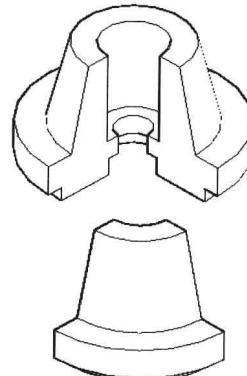

图 9-1-16
- (6) 在“修改”面板中单击“移动”按钮 ，移动干涉实体，如图 9-1-16 所示。